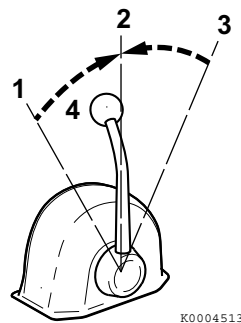

Figura 2
Utilice la palanca de aceleración (**Figura 2, (4)**) para controlar la aceleración y desaceleración. Mueva la palanca lentamente.
2. Al mover la palanca entre AVANTE (**Figura 2, (1 o 3)**) y MARCHA ATRÁS (**Figura 2, (3 o 1)**), coloque el embrague en PUNTO MUERTO (**Figura 2, (2)**) y haga una pausa antes de cambiar lentamente a la posición deseada. No cambie NUNCA bruscamente de AVANTE a MARCHA ATRÁS o viceversa.